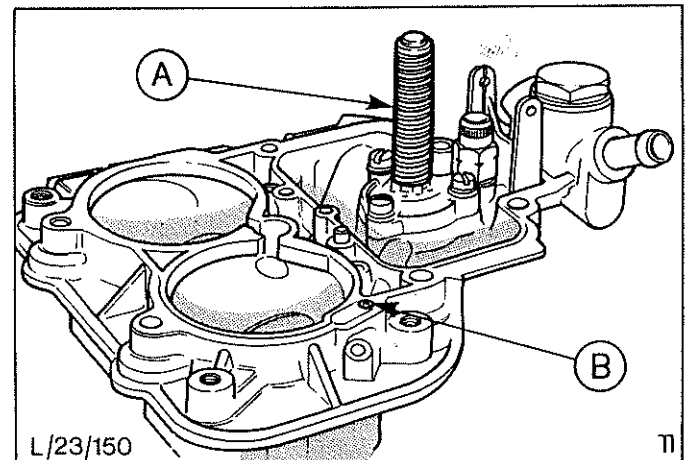

Abb.26 Membraneinheit des Anreicherungsventils
17. Membraneinheit des Anreicherungsventils anbauen, Abb.26.
Membran niedergedrückt halten, Unterdruckbohrung "B" in Abb.26 mit einem Finger zuhalten, dann Membran loslassen. Bleibt die Membran unten, so dichtet sie am Vergaserdeckel richtig ab.